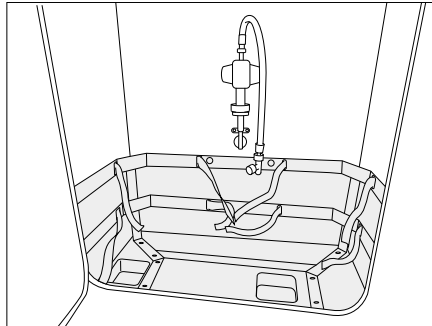
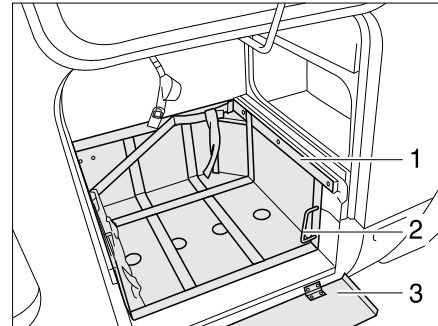

Bild 225 Gaskasten
Bild 226 Gaskasten, mit ausziehbarem Schlitten
- Wenn ein Schutzblech vorhanden ist, das Schutzblech (Bild 226,3) nach unten klappen.
- Den Schlitten (Bild 226,1) über den Griff (Bild 226,2) entriegeln.
- Schlitten (Bild 226,3) bis zum Anschlag herausziehen.
- Griff (Bild 226,2) zurückdrehen.
- Den Schlitten (Bild 226,3) über den Griff (Bild 226,2) entriegeln.
- Schlitten (Bild 226,3) bis zum Anschlag einschieben und Griff (Bild 225,2) zurückdrehen.
- Wenn ein Schutzblech vorhanden ist, das Schutzblech (Bild 226,1) nach oben klappen.